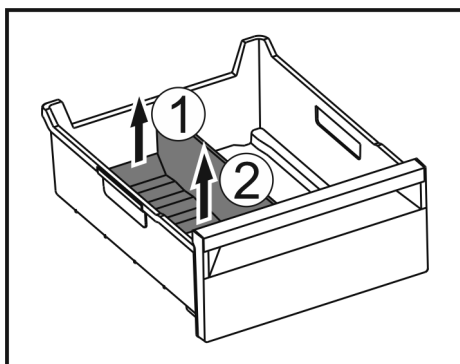

Fig. 116
- Emelje meg a jégrekesz-elválasztó hátsó részét. Fig. 116 (1)
- Vegye ki a jégrekesz-elválasztót felfelé. Fig. 116 (2)